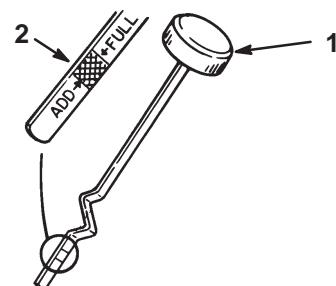

Bild 15
4. Schrauben Sie den Ölpeilstab los und wischen das Metallende ab (Bild 15).